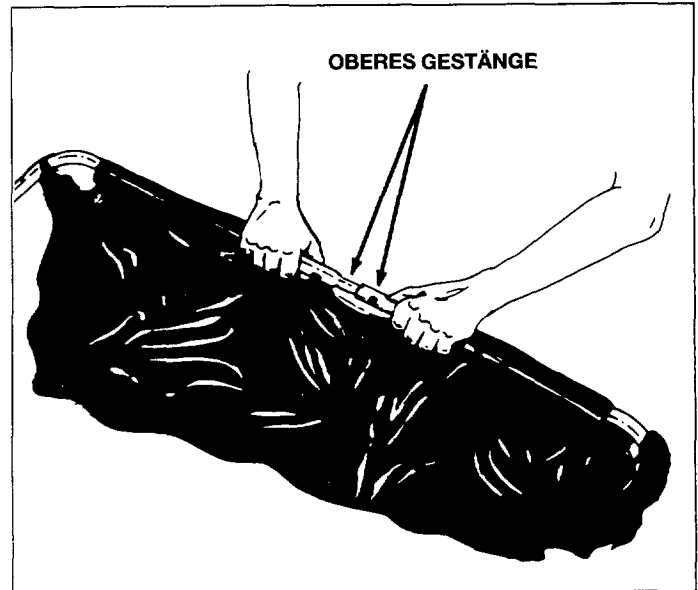

Bild 14
3. Die beiden oberen Gestänge wie in Bild 14 gezeigt zusammenschieben bis die beiden Bohrungen übereinander stehen.